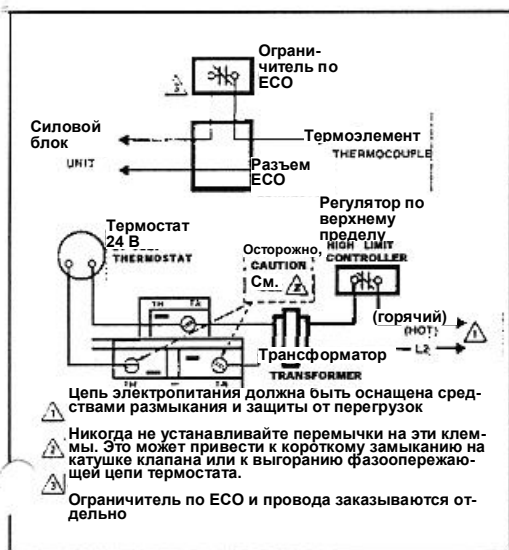

РИС. 9 ТИПОВАЯ СХЕМА ПОДКЛЮЧЕНИЯ ДЛЯ СИСТЕМ 24 В
2. Подключите цепь управления к клеммам оператора. Типовая схема электропроводки для устройств 24 В приведена на рис. 9.